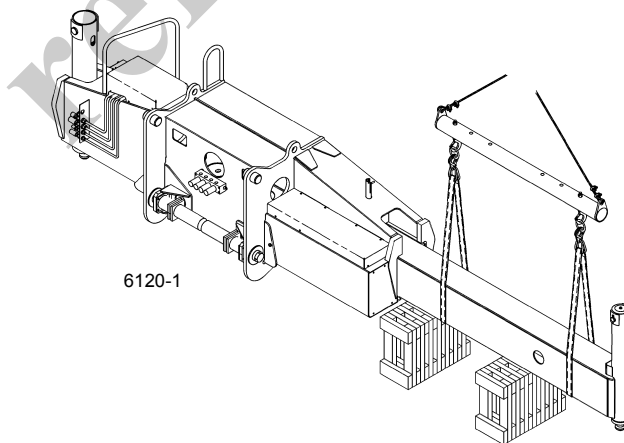

FIGURA 8-21
NOTA: Correias ou cintas de elevação devem ser usadas para fins de elevação, a fim de evitar entalhes ou arranhões nas bordas inferiores da viga do estabilizador (Figura 8-21).
9. Após conectar um dispositivo de elevação adequado com cintas ou correia (Figura 8-21), em vez de correntes, para evitar machucar as bordas inferiores da viga do estabilizador, puxe a viga para fora da caixa do estabilizador. Reajuste o acessório de elevação para evitar que o cilindro de extensão deslize para fora da viga do estabilizador quando a viga sair da caixa do estabilizador.